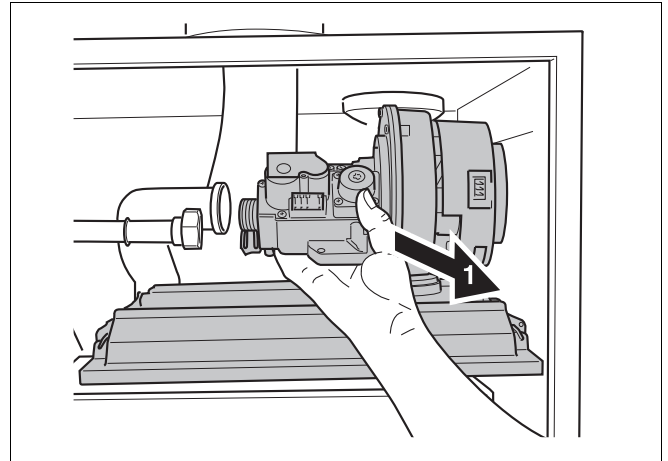

Рис. 104 Демонтаж крышки горелки с газоздушным блоком
- Снять крышку горелки с газоздушным блоком (рис. 104).